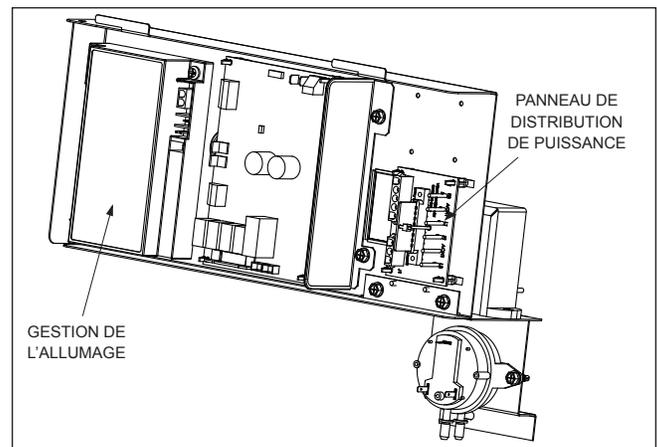

Figure 22. Emplacement du panneau de distribution de puissance
1. Identifier la carte de distribution de l'alimentation sur le réchauffeur. Celle-ci est située à droite de la gestion de l'allumage, sur le passage de câbles. Voir figure 22.